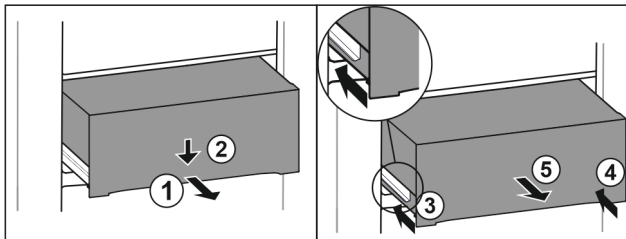

Fig. 108
- ▶ Вытяните выдвижной ящик наполовину. Fig. 108 (1)
- ▶ Вдавите выдвижной ящик в передней части вниз. Fig. 108 (2)
- ▶ Задвиньте левую направляющую прим. на 2 см. Fig. 108 (3)
- ▶ Задвиньте правую направляющую прим. на 2 см. Fig. 108 (4)
- ▶ Извлеките выдвижной ящик движением вперед. Fig. 108 (5)